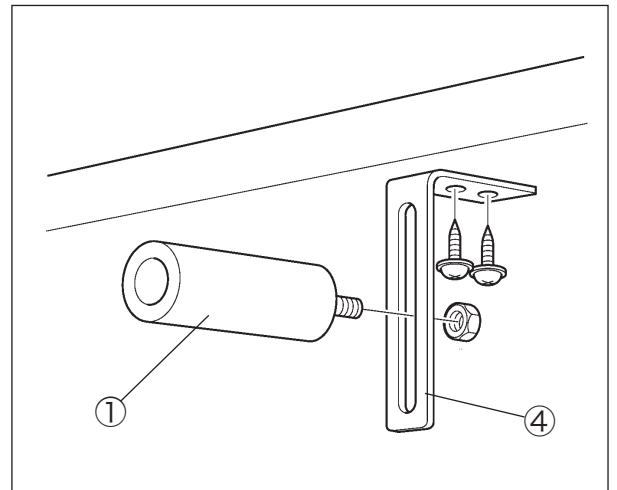

図 3-3
- テンションローラ①、前ローラ②を身頃を広げたサイズに合わせて、適切な位置にセットしてください。テンションローラ①はレバーを緩めて、前後に簡単に調節ができます。
また、テンションローラ①はホルダ③の下方に取り付けたり、下ローラ台④にセットし、テーブルの下面(図3-3)に取り付けたりして使用することもできます。
- 前ローラ②のゴムガイド⑤の左右位置は、ゴムテープの右端に合わせてください。調節は止ネジ⑥を緩めて行います。前ローラ②の上下及び向きは止ネジ⑦を緩めて行います。